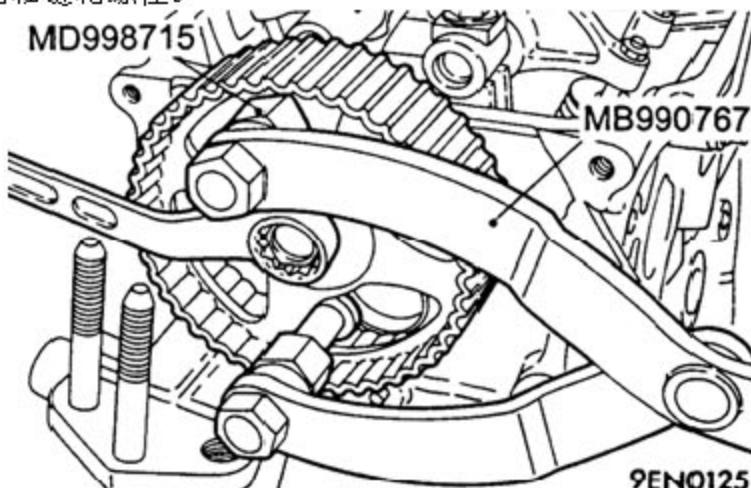

图 3-7
- A). 使用图 3-7 所示的专用工具将凸轮轴链轮锁定在相应的位置。